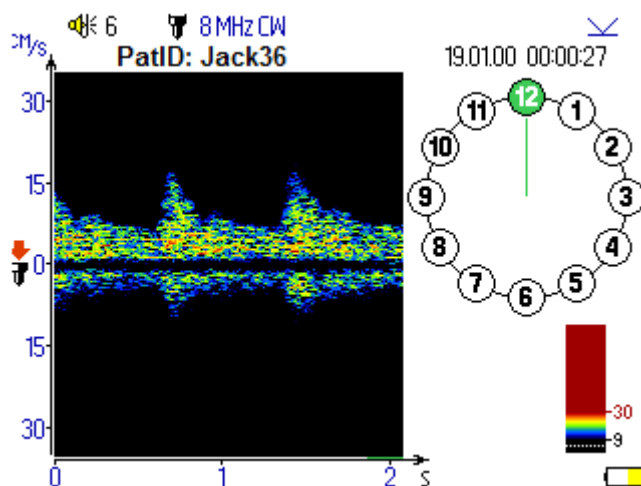

Рисунок 2.30 – Пример результата поиска кровотока в CW-режиме.
- нанесите на поверхность линзы УЗ датчика, расположенную на боковой поверхности корпуса диагностического зонда (см. рис. 2.30), стерильный ультразвуковой гель;